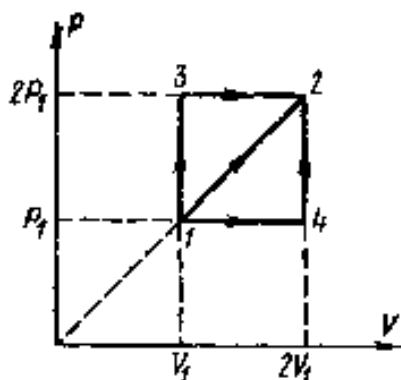

Рис. 2.
6. 1 кг идеального газа с удельной объемной теплоемкостью  $c_v=2,5R$  три раза обратимо переводится из состояния 1 в состояние 2 в результате поочередного выполнения трех различных термодинамических процессов: 132, 142 и 12 (рис. 2.). Найти количества теплоты  $q_{132}$ ,  $q_{142}$ ,  $q_{12}$ , получаемые газом в ходе каждого из этих процессов. Найти удельную теплоемкость  $c_{12}$  газа для процесса 12. Все результаты выразить через газовую постоянную  $R$  и температуру  $T_1$  газа в состоянии 1.